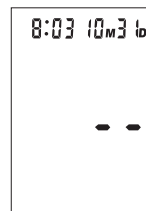

Fig. 3
2. Pulse y libere el boton **M** (memoria), hasta que brillen dos líneas horizontales, *Fig 3*. Esto indica que se han borrado todas las mediciones.